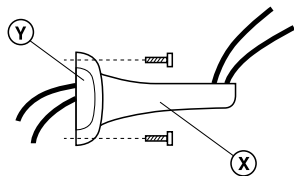

Fig. 1
1. Pasare i cavi all'interno del supporto (X); eventualmente rimuovendo una delle due parti laterali (Y) (Fig. 1).
2. Fissare nella posizione desiderata il supporto (X) usando viti \varnothing 8mm con tasselli appropriati (Fig. 1).